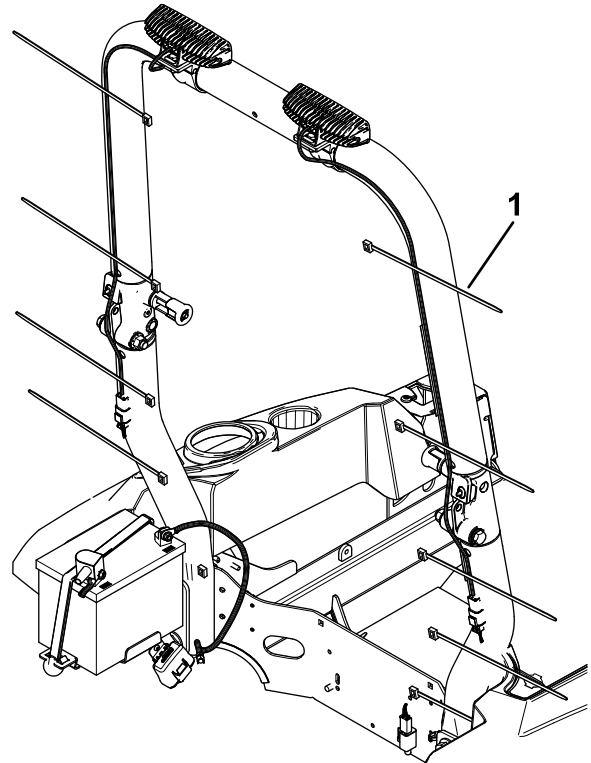

Figure 6
13. Enroulez l'excédent de câble au besoin et attachez le faisceau d'éclairage sur la machine à l'aide des attache-câbles restants (Figure 6).